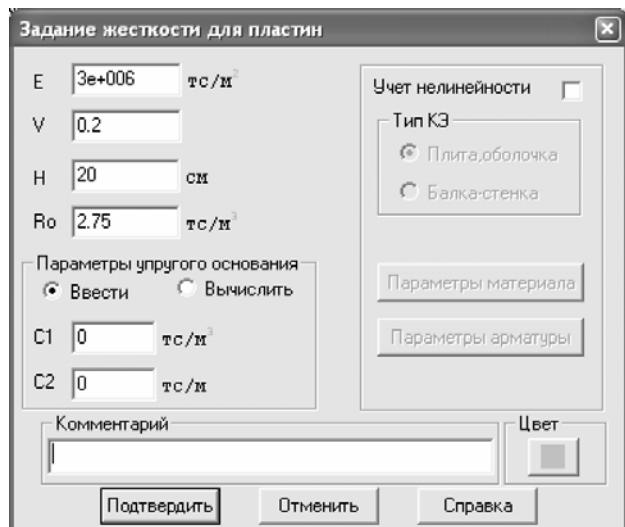

Рис.4.13. Диалоговое окно
- В окне **Задание жесткости для пластин** (рис.4.13) задайте параметры сечения **Пластины** (для плиты перекрытия):